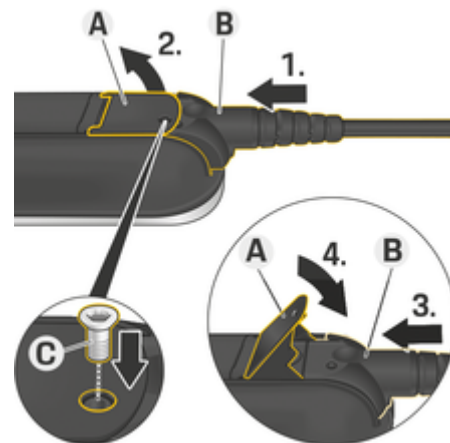

Рис. 69 Закріплення кабелю та фіксація штекера
- ✓ Кришка **А** (Рис. 69) закрита.
- 1. Вставте штекер **В** (Рис. 69) до першого упору в панель керування.
- 5. Прикрутіть штекер **В** за допомогою гвинта **С** (Рис. 69) до панелі керування.